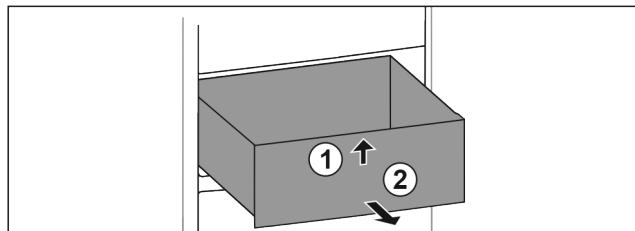

Fig. 68
- Podignite ladicu sprjeđa. Fig. 68 (1)
- Izvadite ladicu prema naprijed. Fig. 68 (2)